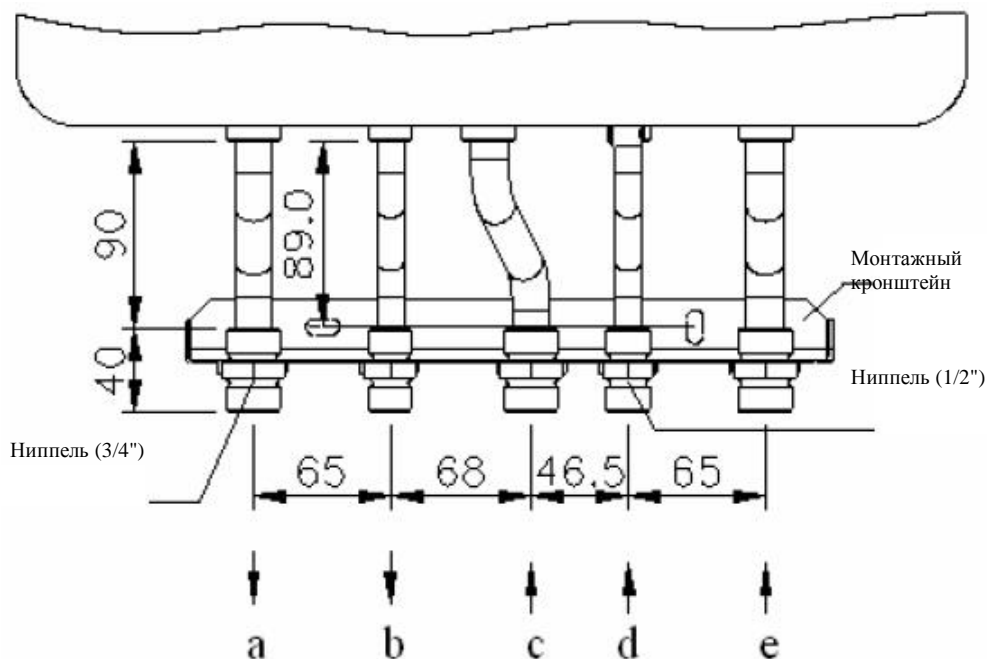

Рис. 19
- Подключение газа и воды между установленным на стене крепежным кронштейном и котлом производится при помощи патрубков и nipples, как показано на рисунке ниже (Рис. 19).